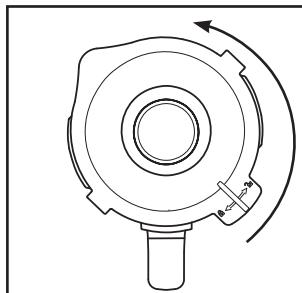

Fig. 1
- 1) Retire el vaso **③** del bloque motor **⑥** en posición recta hacia arriba.
- 2) Retire la tapa **②**; para ello, gírela en sentido antihorario hacia la posición (consulte la fig. 1) hasta que pueda extraerse hacia arriba.
- 3) Llene el vaso **③** como mínimo hasta la rayita inferior de la escala **⑧** y, como máximo, hasta la marca MAX. Para obtener un resultado óptimo, recomendamos las siguientes cantidades máximas de llenado:
- 1) Retire el vaso **③** del bloque motor **①**. Para lograr una mayor estabilidad, retire la tapa **②**; para ello, gírela en sentido antihorario hacia la posición (consulte la fig. 1) hasta que pueda extraerse hacia arriba.